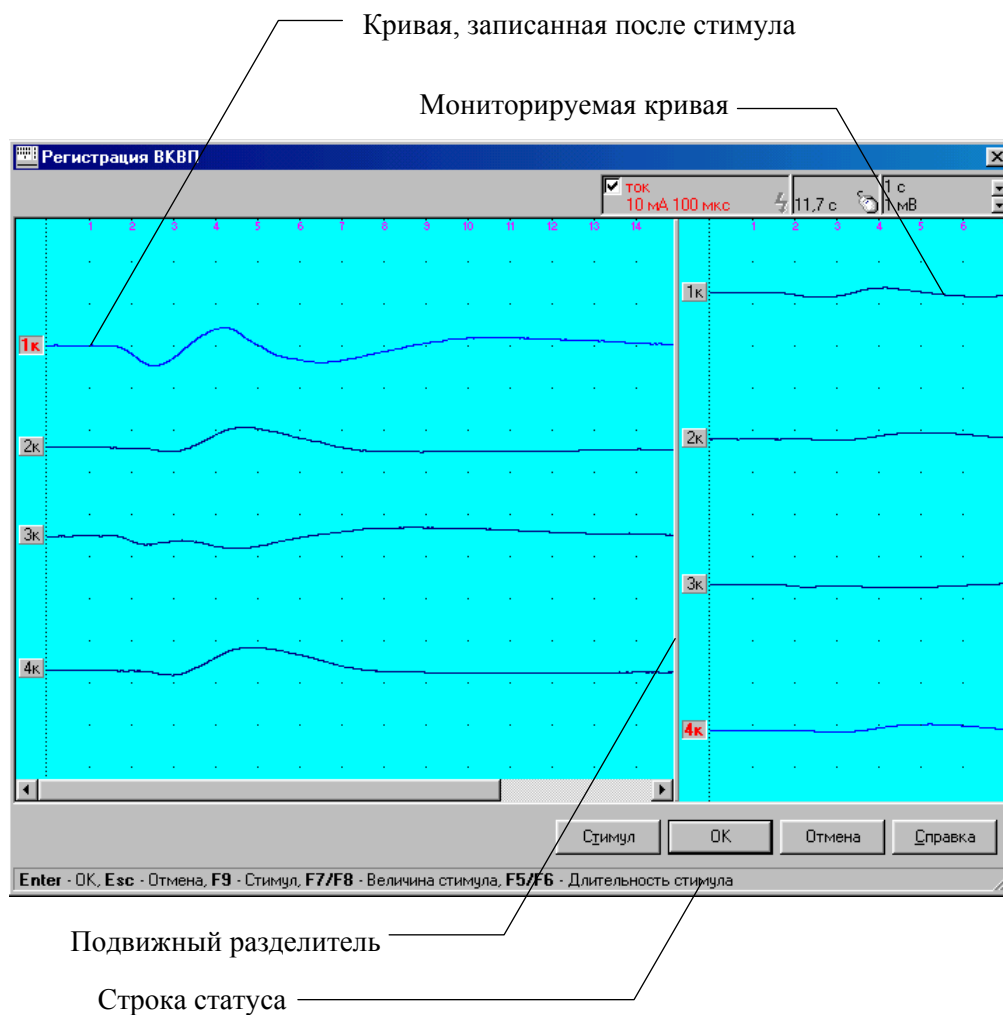

Рис. 3.73
4. По команде меню **Проба|Регистрация** на экране появляется окно с регистрируемой кривой (Рис. 3.73).